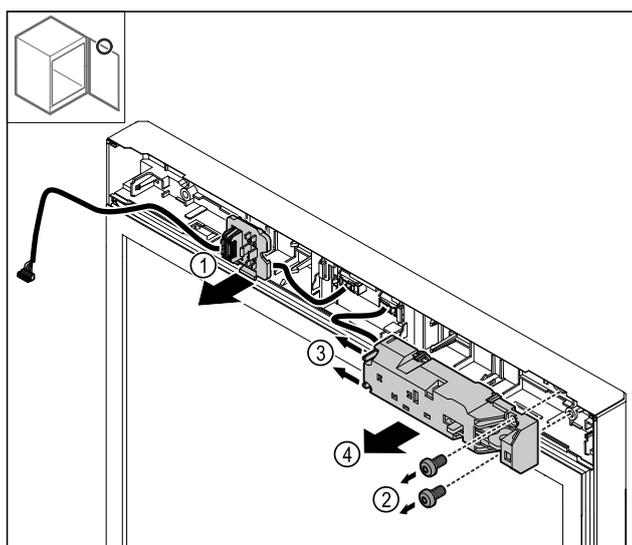

Fig. 28
- Disinnestare il supporto della spina Fig. 28 (1).
- Rimuovere le viti Fig. 28 (2).
- Spingere sul lato i nasi di arresto Fig. 28 (3) e rimuovere la serratura elettrica Fig. 28 (4).